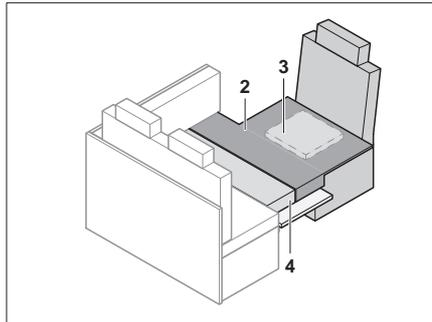

Bild 151 Nach dem Umbau
- Zusatzpolster wie in Bild 151 gezeigt auflegen.